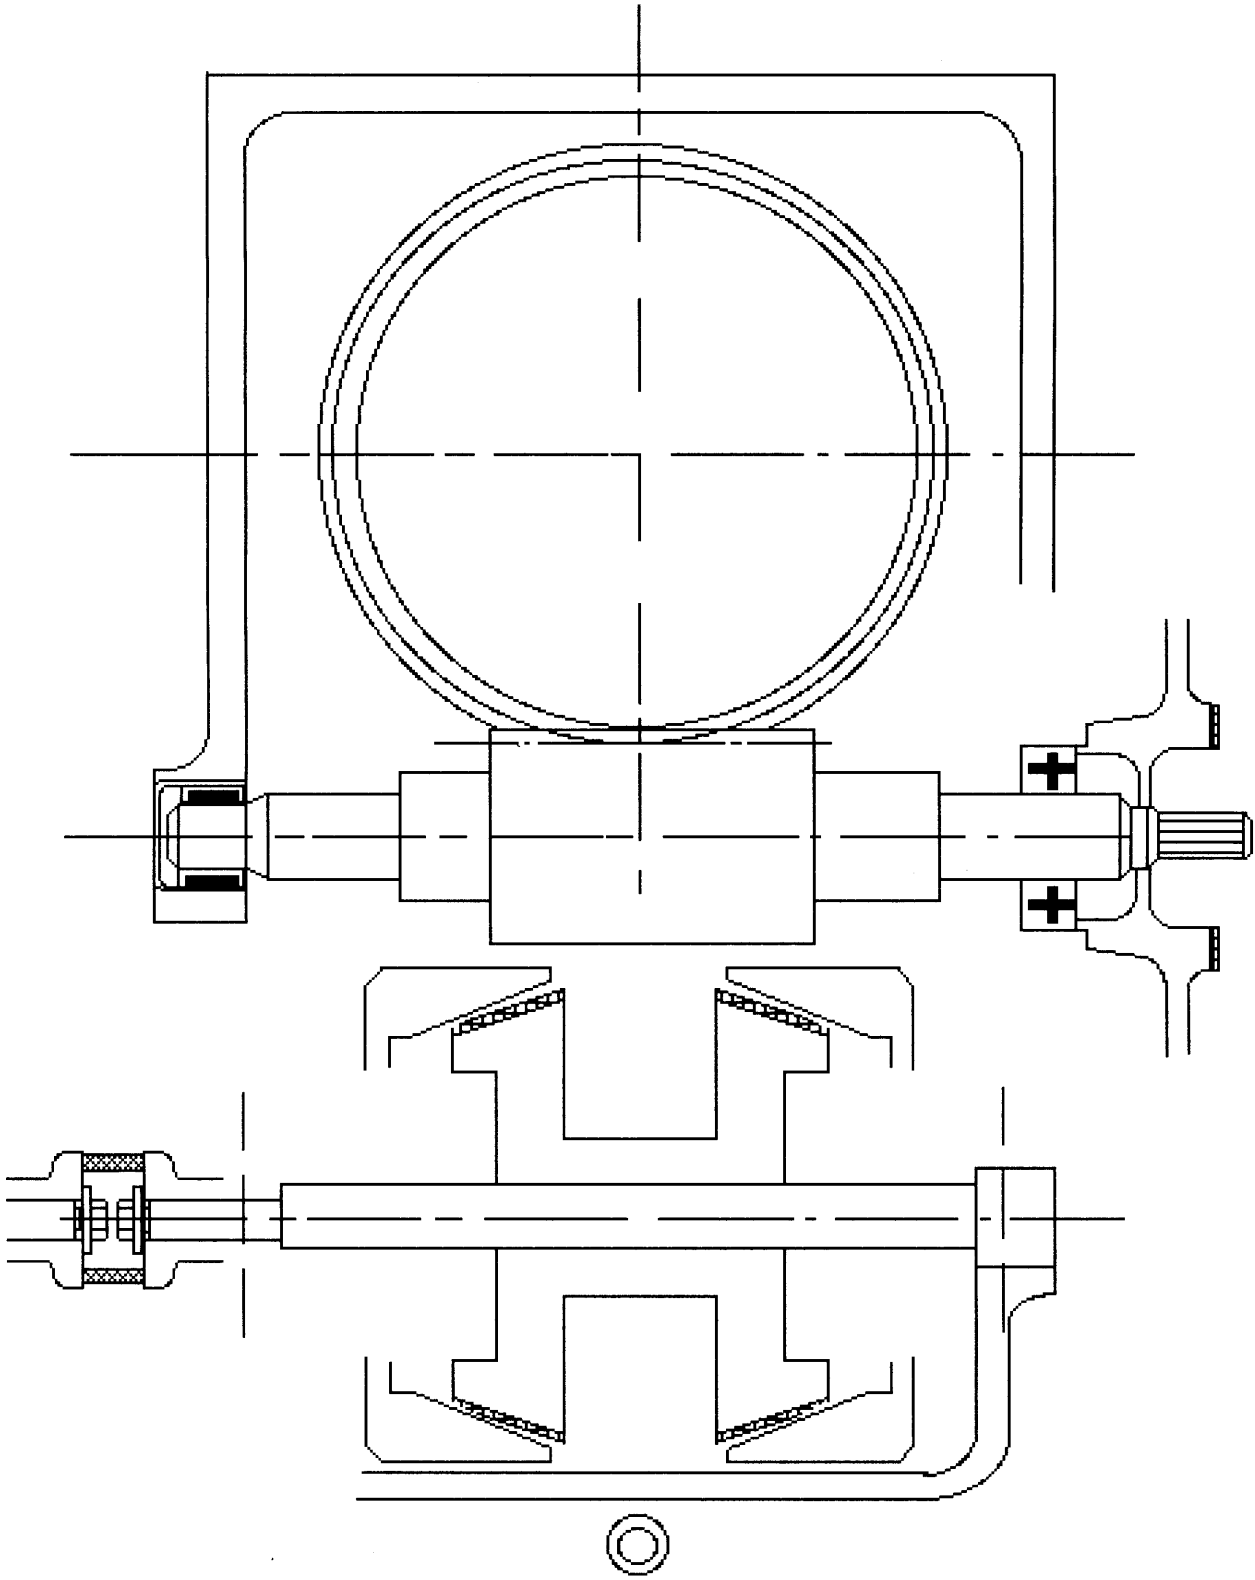

Figure 3
On se propose d'étudier les solutions technologiques relatives à l'ensemble défini par la figure 3 qui donne une vue d'ensemble de l'inverseur.
II.D - Les arbres (1) et (2) sont montés sur des roulements. Compléter, sur feuille de copie, à main-levée, les parties utiles du dessin figure 3, en faisant apparaître le montage des roulements, les systèmes de transmission (A) et (B), et les formes du carter au voisinage des roulements. Sur ce dessin, il n'est pas demandé de représenter le frein, ni la commande du baladeur.